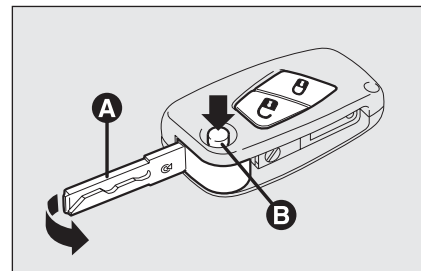
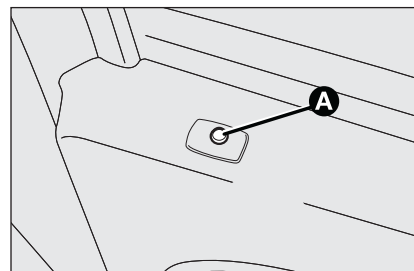

fig. 4
fig. 5
Pour extraire la pièce métallique, appuyer sur le bouton **B**-fig. 4 ou **B** - fig. 5.
- maintenir la pression sur le bouton **B** - fig. 4 ou **B** - fig. 5 et bouger la pièce métallique **A** ;
Signalisations DEL sur la porte coté conducteur fig. 5